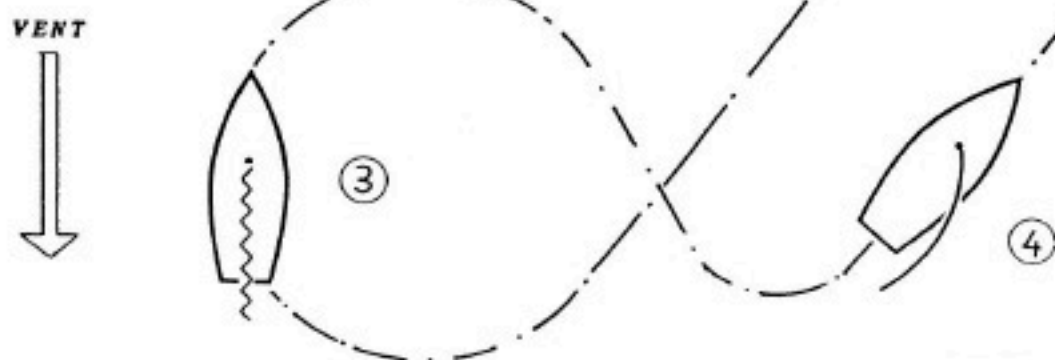

FIG. 45
b) Cas du voilier en allure portante (Fig.45)